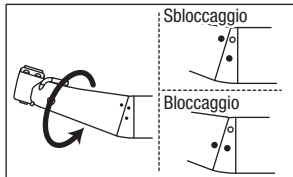

Fig. 11
- 3) Allineare il segno ● sulla testina con il segno ○ (sbloccaggio) sul gambo per inserire la testina fino a farla entrare in contatto con il gambo. (Fig.11)
- 4) Ruotare la testina in direzione del segno ● fino a quando non si sente uno scatto (i segni sono allineati). (Fig.11)
Quando si monta il manipolo sul motore, accertarsi che i segni ● sul manipolo siano allineati. (Fig.11) Se dopo aver montato il manipolo sul motore i segni non sono allineati, il manipolo non è stato assemblato correttamente o la testina potrebbe allentarsi e staccarsi.